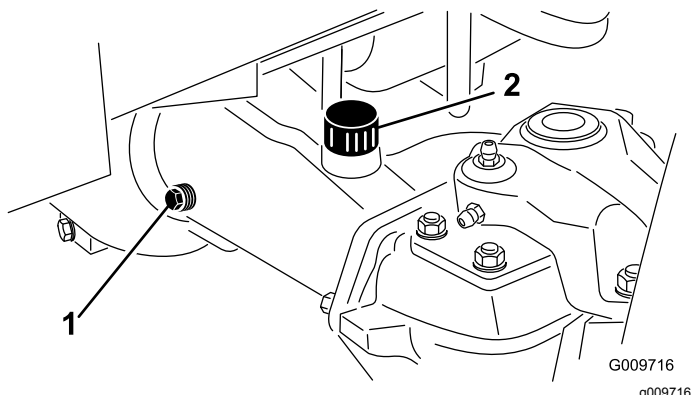

Figure 45
2. Enlevez un bouchon de contrôle à une extrémité du pont arrière (**Figure 45**) et vérifiez que le lubrifiant atteint la base de l'orifice. Si le niveau est trop bas, enlevez le bouchon de remplissage (**Figure 45**) et ajoutez une quantité suffisante de lubrifiant pour amener le niveau au bas des orifices de contrôle.